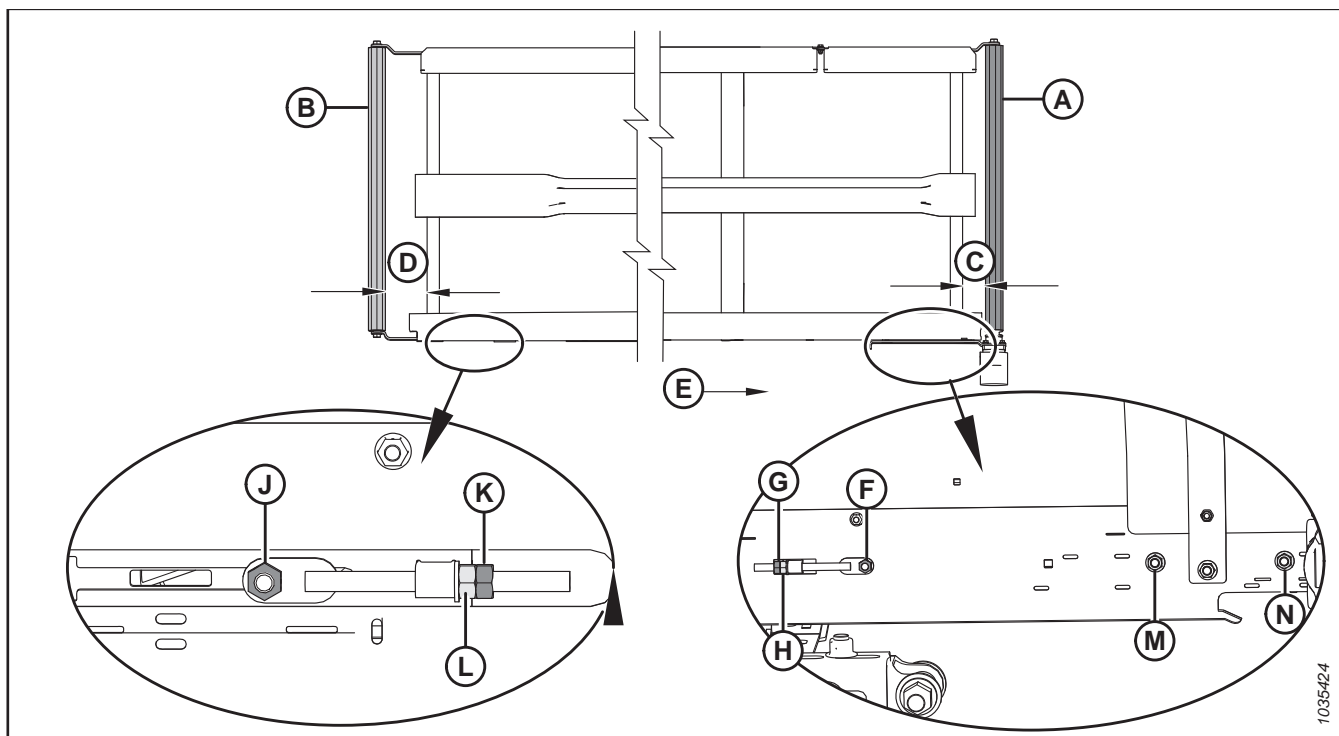

Figura 4.252: Ajustes de alineación de la lona: lona izquierda
2. Ajuste el rodillo de mando (A) para cambiar **C** (consulte la Tabla 4.2, página 666 y la Figura 4.252, página 666) como se muestra a continuación:
- a. Afloje las tuercas (F), (M) y (N) y la contratuerca (G).
- b. Gire la tuerca de ajuste (H).
- c. Ajuste las tuercas (F), (M) y (N) y la contratuerca (G).
3. Ajuste el rodillo tensor (B) para cambiar **D** (consulte la Tabla 4.2, página 666 y la Figura 4.252, página 666) como se muestra a continuación:
- a. Afloje la tuerca (J) y la contratuerca (K).
- b. Gire la tuerca de ajuste (L).